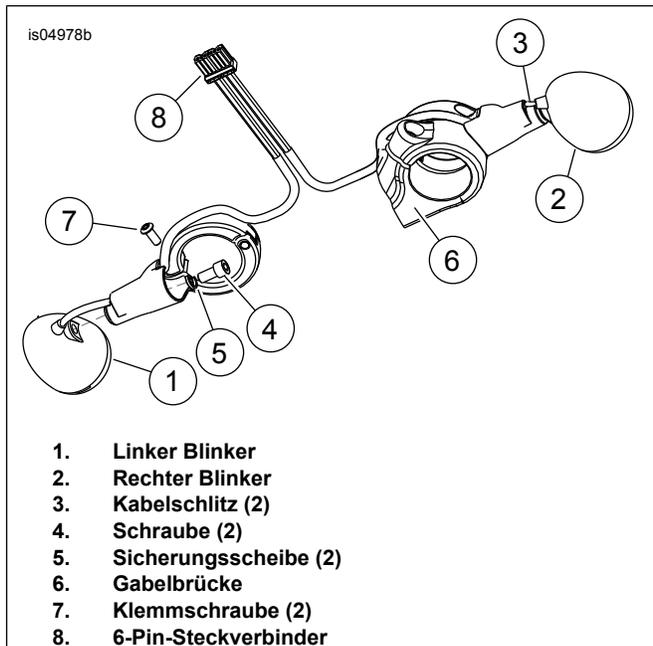

Abbildung 2. Installation von Befestigungshalterung und Kabelbaum (Ansicht von unten).
Siehe Abbildung 2. Der aus der Blinkerleuchte herausragende Kabelbaum hat einen flachen Querschnitt, ähnlich dem Schlitz (3) am Lampenende des Rückspiegelstiels.
1. Siehe Abbildung 2. Den Kabelverlauf vorsichtig von der Blinkerleuchte durch den Kabelschlitz (3) in den Rückspiegelstiel einführen.
7. Siehe Abbildung 2. Die Buchsenkontakte von den Blinkerkabelbäumen in die lampenseitige schwarze 6-polige Multilock-Steckverbinderhälfte [31B] einstecken; hierbei die Anweisungen im Werkstatthandbuch befolgen. Es sei denn, dies wurde beim Ausbau anders notiert,